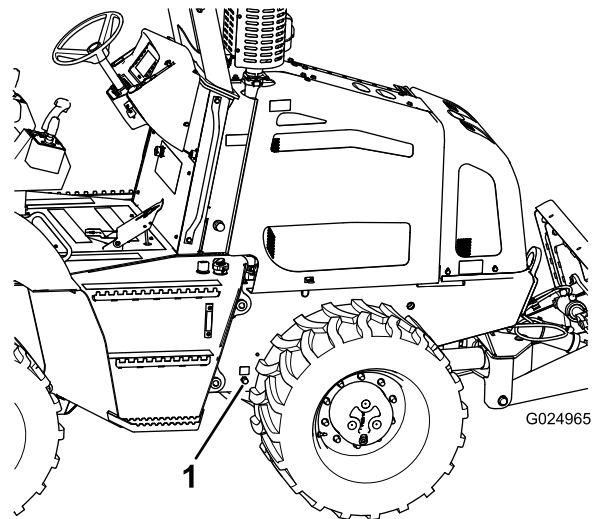

Bild 69
4. Stellen Sie eine Auffangwanne mit einem Fassungsvermögen von mindestens 20 l unter die Ablassschraube für das Motoröl (Bild 69).
5. Nehmen Sie die Kappe vom Ablass-Anschlussstück ab und lassen Sie das Motoröl ganz ablaufen (Bild 69).
7. Setzen Sie die Kappe auf das Ablass-Anschlussstück (Bild 69).
1. Nehmen Sie den Ölfüllstutzendeckel von der Ventilabdeckung ab; ziehen Sie den Deckel hierfür nach oben (Bild 69).